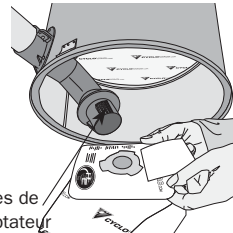

figure 15
3. Installer le nouveau sac, en vous assurant d'aligner les coches du sac avec les pointes de l'adaptateur (**figure 15**).